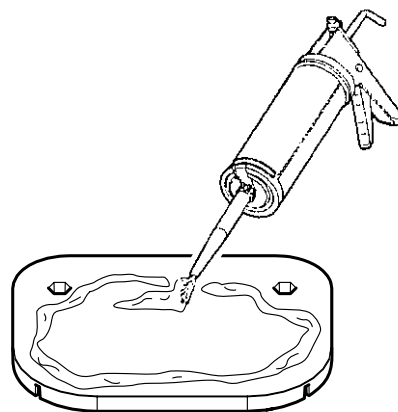

Fig. 7
4. Applicare sulle piastre il sigillante tipo SIKAFLEX®252 o similare (**Fig. 7**).